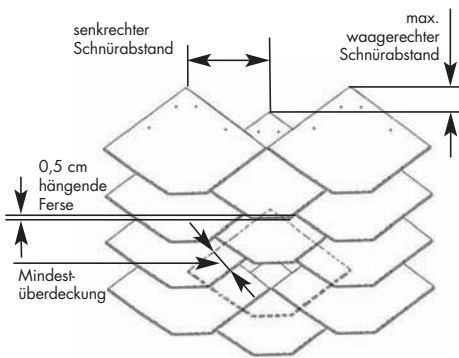
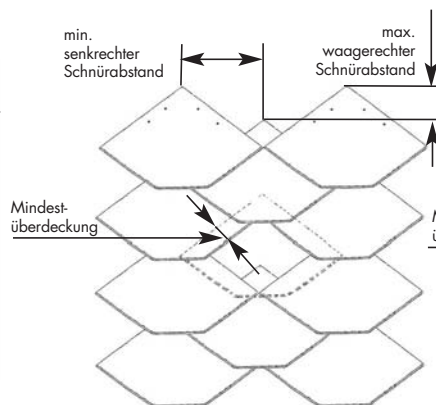
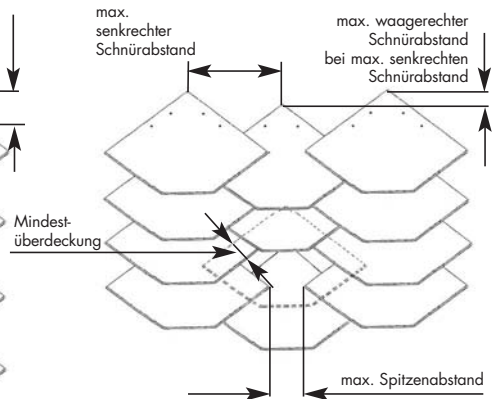

Abbildung 9
Abbildung 10a
Abbildung 10b
- 3.1 Die **WARIO®** Deckung mit Geradschnitt Schablonen wird so ausgeführt, dass die Decksteine im halben Verband verlegt werden und der Eckabschnitt nach unten zeigt (Abb. 9, 10a und 10b).
- 3.4 Bei Dachdeckungen stoßen die Spitzen immer zusammen (s. senkrechter Schnürabstand Abb. 9). Der maximale waagerechte Schnürabstand muss so gewählt werden, dass die rechtwinklig zur Schieferkante gemessene Mindestüberdeckung nicht unterschritten wird (Abb. 9). Darüber hinaus ist auf mindestens 0,5 cm Hängeferse zu achten. Die Werte für die Mindestdachneigung, die Mindestüberdeckung, den waagerechten und den senkrechten Schnürabstand sowie den ca. Stückzahlbedarf pro m² entnehmen Sie bitte der Tabelle 8. Bei Außenwandbekleidungen sind sowohl der waagerechte als auch der senkrechte Schnürabstand innerhalb gewisser Toleranzen variabel. Auf die Mindestüberdeckung (rechtwinklig zur Schieferkante gemessen) ist zu achten (Abb. 10a und 10b). Hier empfiehlt sich der Einsatz der CD-ROM "Deckbildvariationen mit Bedarfstabellen" in der jeweils aktuellen Version.
- Die Werte für die Mindestüberdeckung, den waagerechten und den senkrechten Schnürabstand **bei maximalem waagerechten Schnürabstand** (Abb. 10a) sowie den entsprechenden ca. Stückzahlbedarf pro m² entnehmen Sie bitte der Tabelle 9. Die Werte für die Mindestüberdeckung, den waagerechten und den senkrechten Schnürabstand **bei maximalem senkrechten Schnürabstand** (Abb. 10b) sowie den entsprechenden ca. Stückzahlbedarf pro m² entnehmen Sie bitte der Tabelle 10.
Werte für Dachdeckungen mit WARIO® Geradschnitt Schablonen in der WARIO® Deckart bei max. waager. Schnürabstand (Abb. 9)
Werte für Außenwandbekleidungen mit WARIO® Geradschnitt Schablonen in der WARIO® Deckart bei max. waager. Schnür. (Abb. 10a)
Werte für Außenwandbekleidungen mit WARIO® Geradschnitt Schablonen in der WARIO® Deckart bei max. senkr. Schnür. (Abb. 10b)